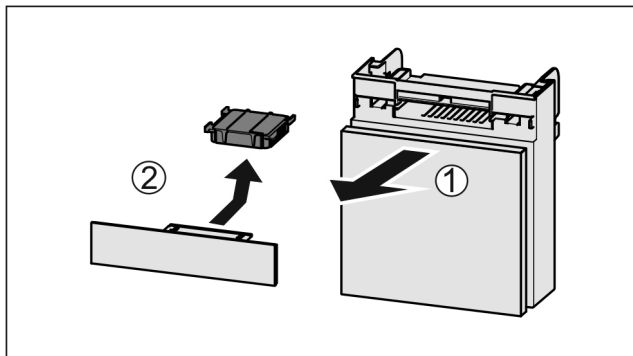

Fig. 95
- ▶ Вытянуть Fig. 95 (1) отделение движением вперед.
- ▶ Извлечение Fig. 95 (2) фильтра с активированным углем.